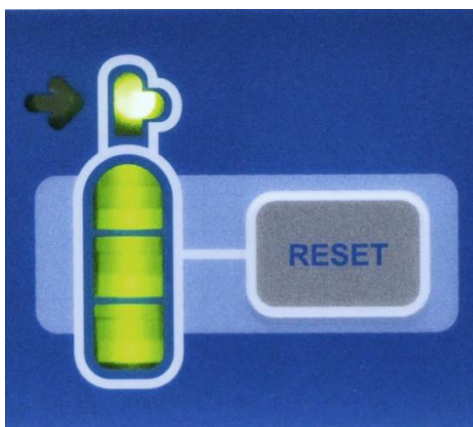

Рис. 11. Кнопка RESET газового манометра N₂O
- Найдите дисплей газового баллона на передней панели cryoICE BOX и обратите внимание на кнопку RESET справа от этого дисплея, см. рис. 11.